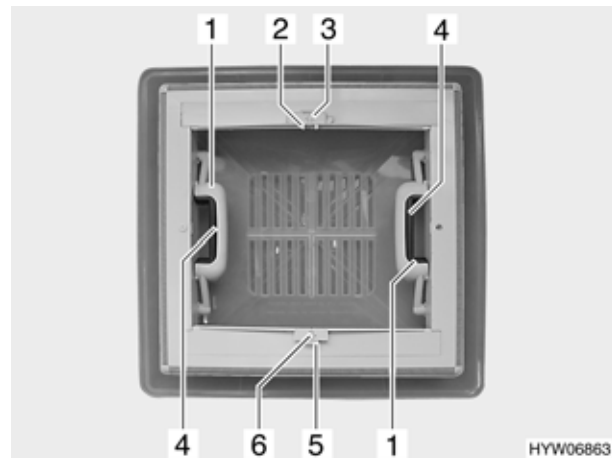

Bild 67 Dachlüfter mit Schnappverschluss
- Schnappverschluss (Bild 67,4) zur Innenseite des Dachlüfters drücken. Gleichzeitig mit dem Griff (Bild 67,1) den Dachlüfter nach oben drücken.
- Arretierung (Bild 67,5) zur Dachlüfteraußenseite drücken.
- Verdunklungsrollo am Griff (Bild 67,6) bis zum gegenüberliegenden Griff des Insektenschutzrollos (Bild 67,2) ziehen und einrasten lassen.
- Griff (Bild 67,2) zusammendrücken. Die Arretierung wird gelöst.
- Verdunklungsrollo am Griff (Bild 67,6) langsam zurückführen.
- Arretierung (Bild 67,3) zur Dachlüfteraußenseite drücken.
- Insektenschutzrollo am Griff (Bild 67,2) bis zum gegenüberliegenden Griff des Verdunklungsrollos (Bild 67,6) ziehen und einrasten lassen.
- Insektenschutzrollo am Griff (Bild 67,2) langsam zurückführen.